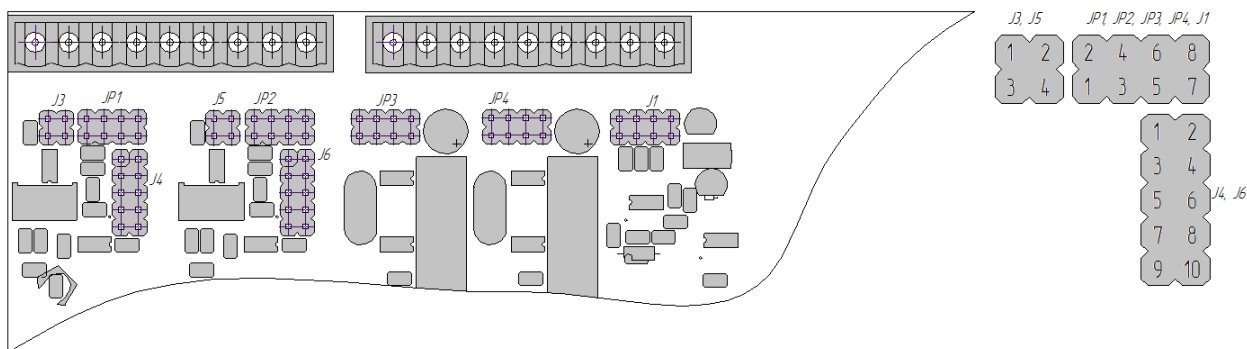

Рисунок 8.1.1 – Положение перемычек аналоговых входов
**Примечание.** Положение перемычек J3 - J6 (см. рисунок 8.1.1) для настройки аналоговых входов AI1 - AI2 должно соответствовать номеру свойства функционального блока аналогового ввода отвечающего за тип входного сигнала.